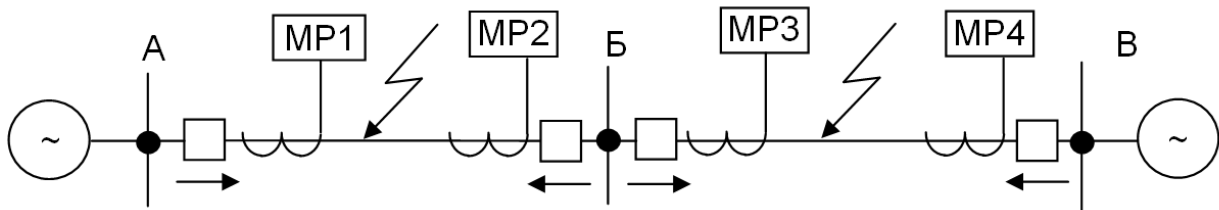

Рисунок 6.3 – К выбору зависимой характеристики смежных участков
2) если защита устанавливается на последовательных участках ЛЭП (рисунок 6.3), то выбор характеристики осуществляется по принципу селективной работы защит смежных участков с учётом направления.